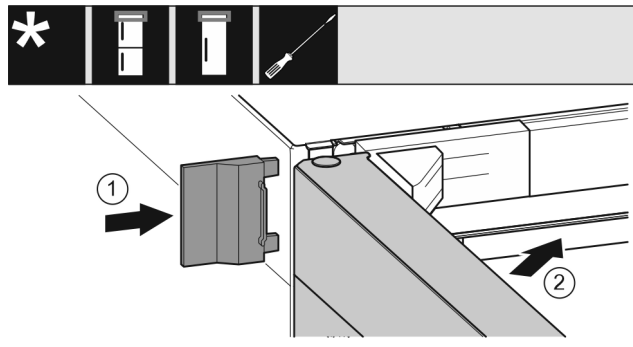

Fig. 21
- ▶ Užstumkite išorinę dengiamąją plokštelę. Fig. 21 (1)
- ▶ Uždarykite viršutines duris. Fig. 21 (2)